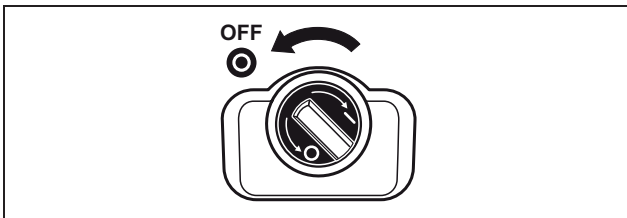

Abbildung 82: DC-Lasttrennschalter OFF
- Drehen Sie den DC-Lasttrennschalter auf OFF (Abbildung 82) bzw. schalten Sie über die externe DC-Trennstelle den Solargenerator ab.